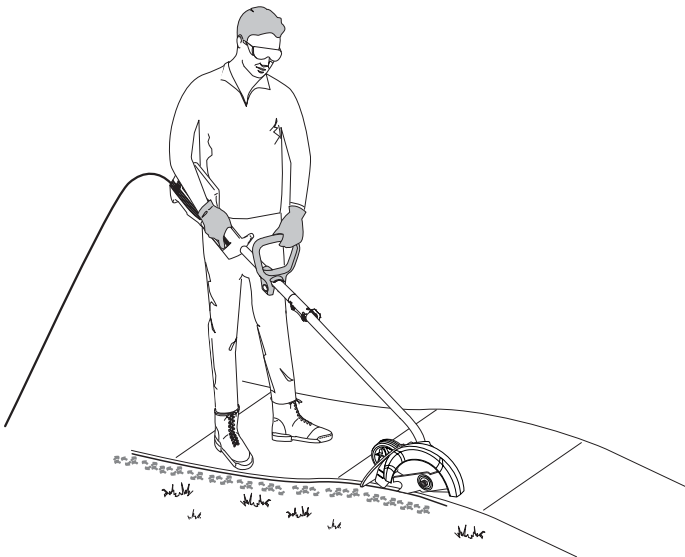

Fig. 4
Antes de operar la unidad, párese en la posición de operación (Figs. 4 & 5). Verifique lo siguiente:
- La rueda del recortador de bordes está ajustada para lograr una profundidad de corte correcta y el recortador de bordes está puesto según se indica en la Figs. 4 & 5.